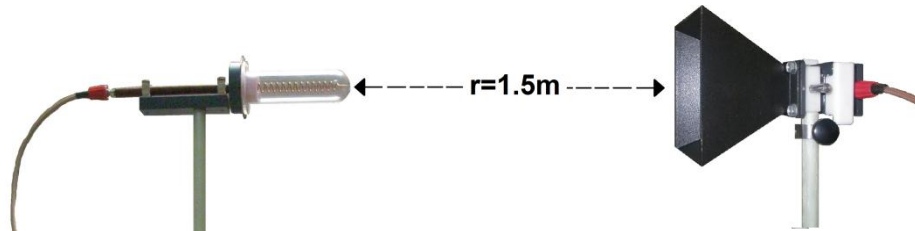

Figura 8.9 Antenas enfrentadas a una distancia $r=1.5\text{m}$
K. Separé las antenas a una distancia de $r=1.5\text{m}$. luego ajústelas para que estén a la misma altura y enfrentadas .Figura 8.9